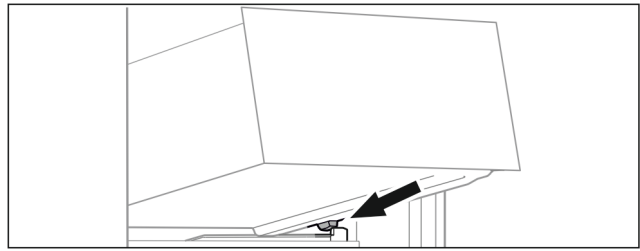

Fig. 65
- ▶ Lade schuin achter de stoppers op containerrib plaatsen. (zie Fig. 65)